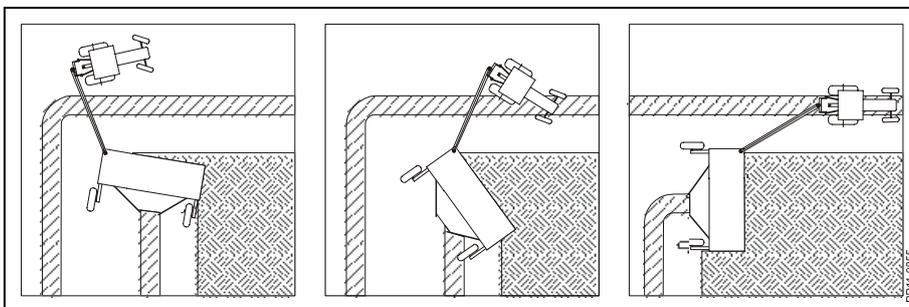

Fig. 3-3
**Fig. 3-3** Das Drehkopfgetriebe erlaubt eine Drehung von 90° - und noch mehr - ohne daß Vibrationen in der Transmission entstehen. Die Wartezeit in den Ecken wird von den gewöhnlichen ca. 12 Sekunden auf nur ca. 3 Sekunden reduziert, weil die Maschine sozusagen um ihre eigene Achse dreht.